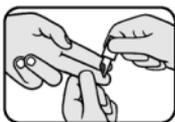

Abb. 2
- b) Nehmen Sie die Mikroküvette aus der Packung. Halten Sie die Mikroküvette am hinteren Ende und bringen Sie die Spitze mit der Kapillarblutprobe in Kontakt, siehe Abbildung 2. Wenn venöses oder arterielles Blut verwendet wird, geben Sie einen Blutstropfen mit einem geeigneten Transferhilfsmittel auf eine hydrophobe Oberfläche, siehe Abbildung 3. Vermeiden Sie in jedem Fall eine Kontamination des optischen Auges.